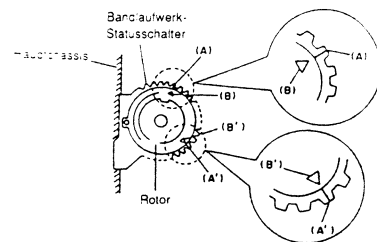

Abb. 3-1
### 2. Phasen Anpassung der Einheit (Abb. 3-1, 3-2, 3-3, 3-4)
- Die Markierungen (A) und (A') an dem Bandlaufwerk-Statusschalter und die Markierungen (B) und (B') an dem Rotor ausrichten (siehe Abb. 3-1).